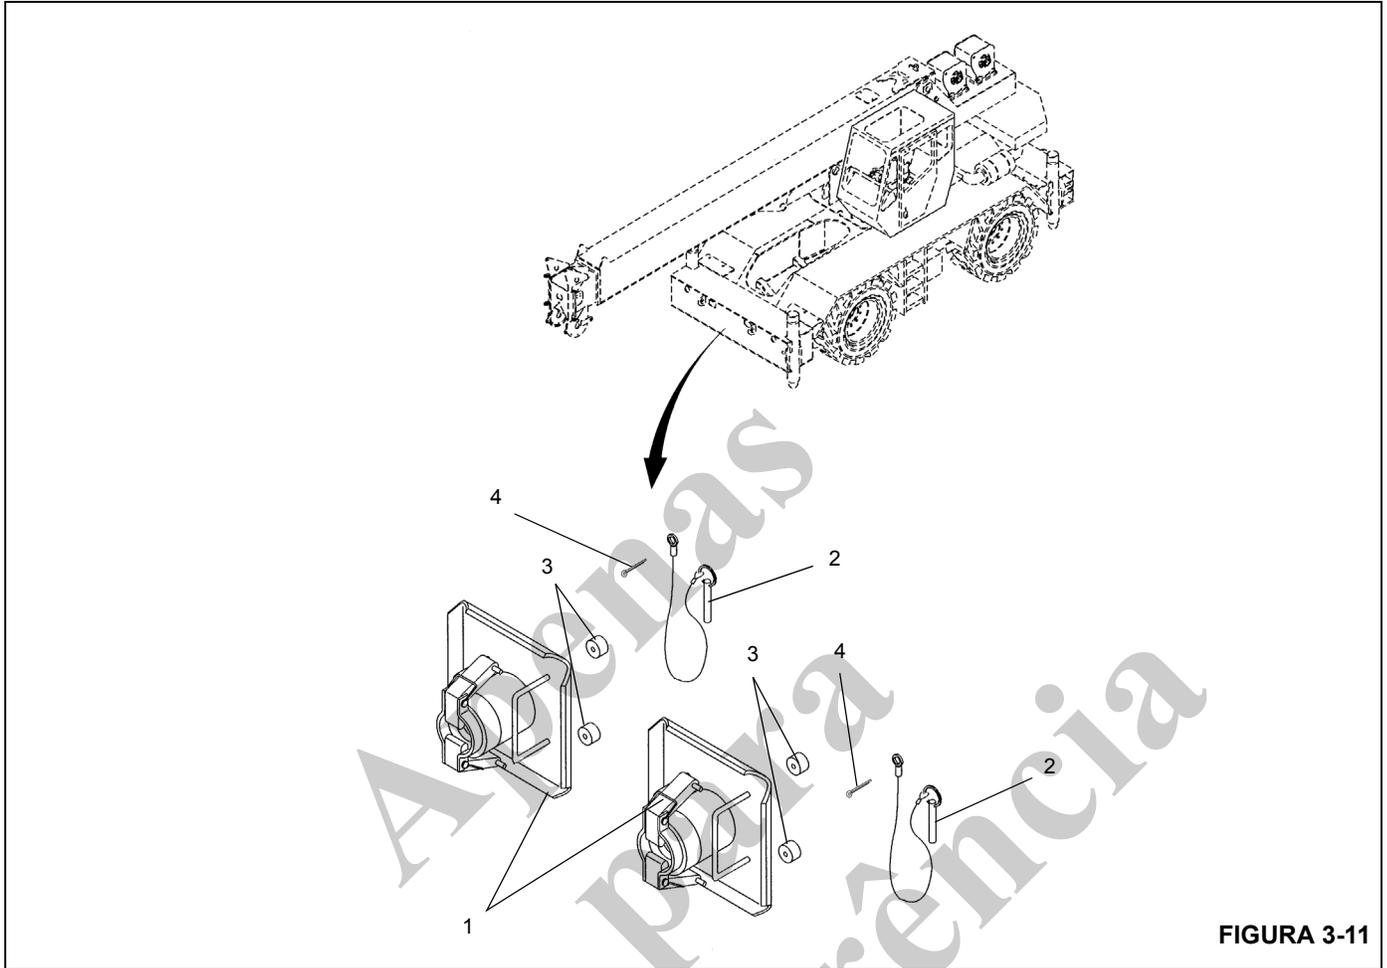

FIGURA 3-11
7. Após todos os estabilizadores terem sido totalmente retraídos, armazene os flutuadores dos estabilizadores (Figura 3-11).